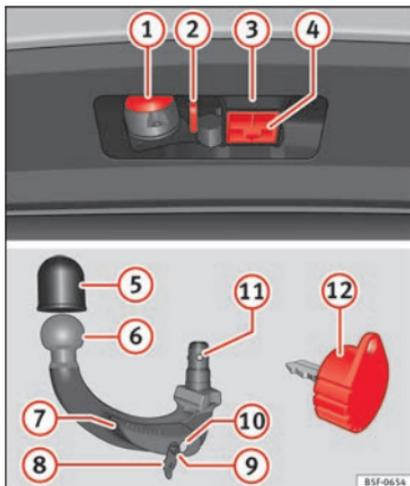

Abb. 225 Halterung der Anhängervorrichtung / abnehmbarer Kugelkopf / Schlüssel
Legende zu » **Abb. 225**
- Den Verschlussdeckel der Hakenaufnahme ④ » **Abb. 225** nach unten abnehmen.